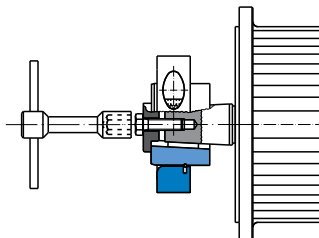
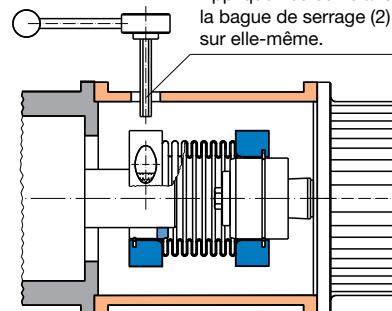

Fig. 7
Fig. 8
Montage de l'accouplement Type 932.333 (fig. 1, page 4) et 932.433 (fig. 3, page 4) – voir aussi fig. 6 et fig. 8
– voir aussi fig. 7 et fig. 8
1. Extraire la bague de serrage (2) avec le moyeu à alésage conique (6) de l'accouplement.
3. Glisser le moyeu à alésage conique (6) sur l'arbre conique.
5. Glisser le reste de l'accouplement avec le côté libre du soufflet métallique jusqu'en butée entre la bague de serrage (2) et le moyeu à alésage conique (6).
6. Serrer la vis à tête cylindrique (4) au couple de serrage (voir les caractéristiques techniques, page 4) et respecter impérativement cette valeur.
7. Introduire le deuxième arbre dans l'accouplement en le glissant sur toute la longueur du moyeu d'adaptation (5).